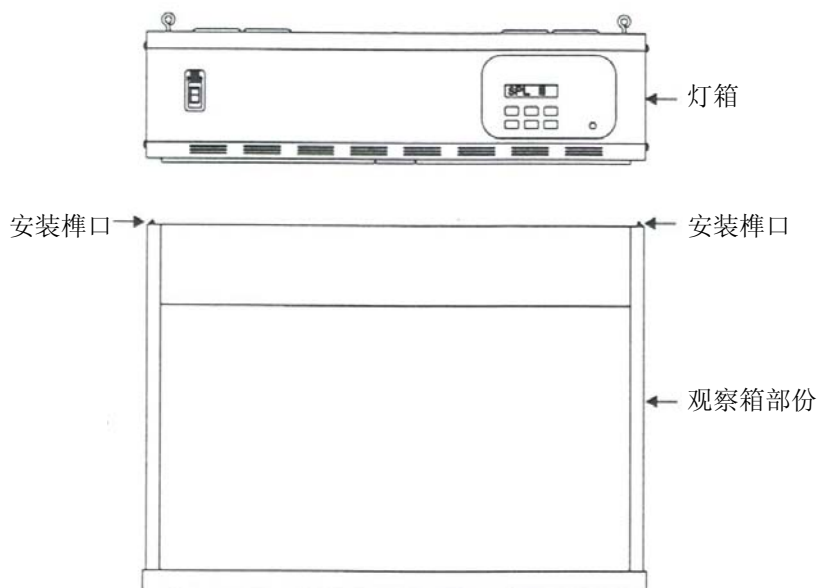

图 7. 灯箱安装定位
12. 灯箱控制按钮及显示板向前，再按照灯箱部份及观察箱上的榫口位，把灯箱部份小心地放到观察箱顶上。见图 7